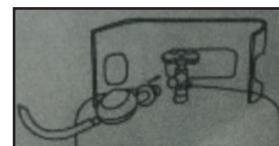

Fig. 1
1. Ruotare la valvola ad angolo della bombola del gas in posizione completamente chiusa e inserire la valvola di riduzione della pressione nella valvola ad angolo della bombola del gas. (Fig. 1)